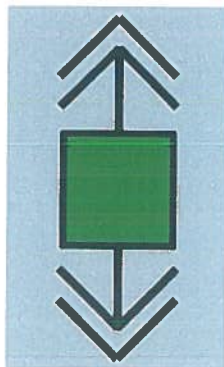

Fig. 7.19
- conturul pătratului și celelalte componente ale simbolului (exceptând interiorul pătratului) vor avea o colorare dinamică individuală ce se va realiza în funcție de prezența / absența tensiunii, starea „necunoscută”, respectiv de starea „legat la pământ” a întreruptorului pe polul respectiv. Fig.7.19.